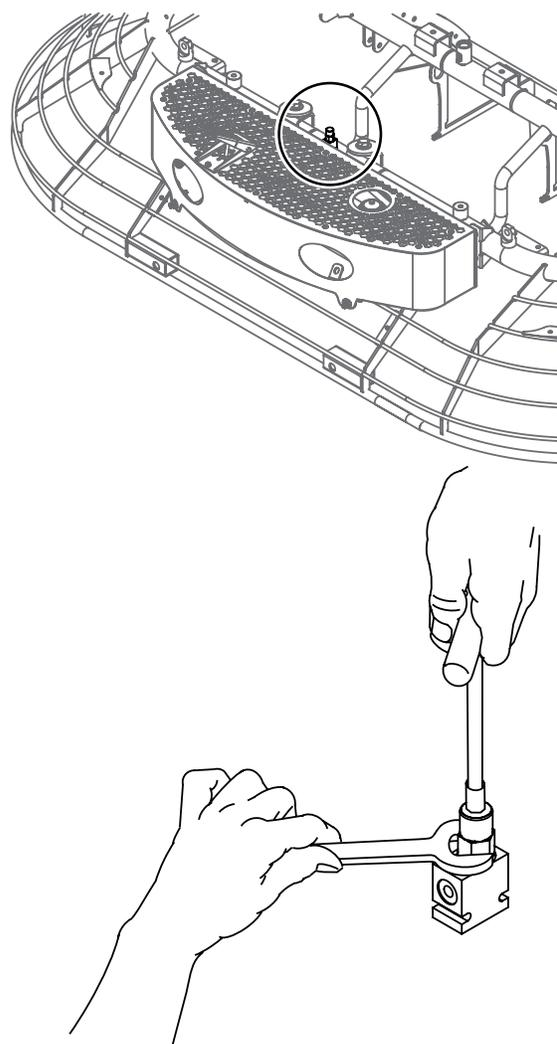

Figura 49. Regolazione della pressione di sterzo
2. Allentare il controdado sulla valvola di scarico (figura 49).